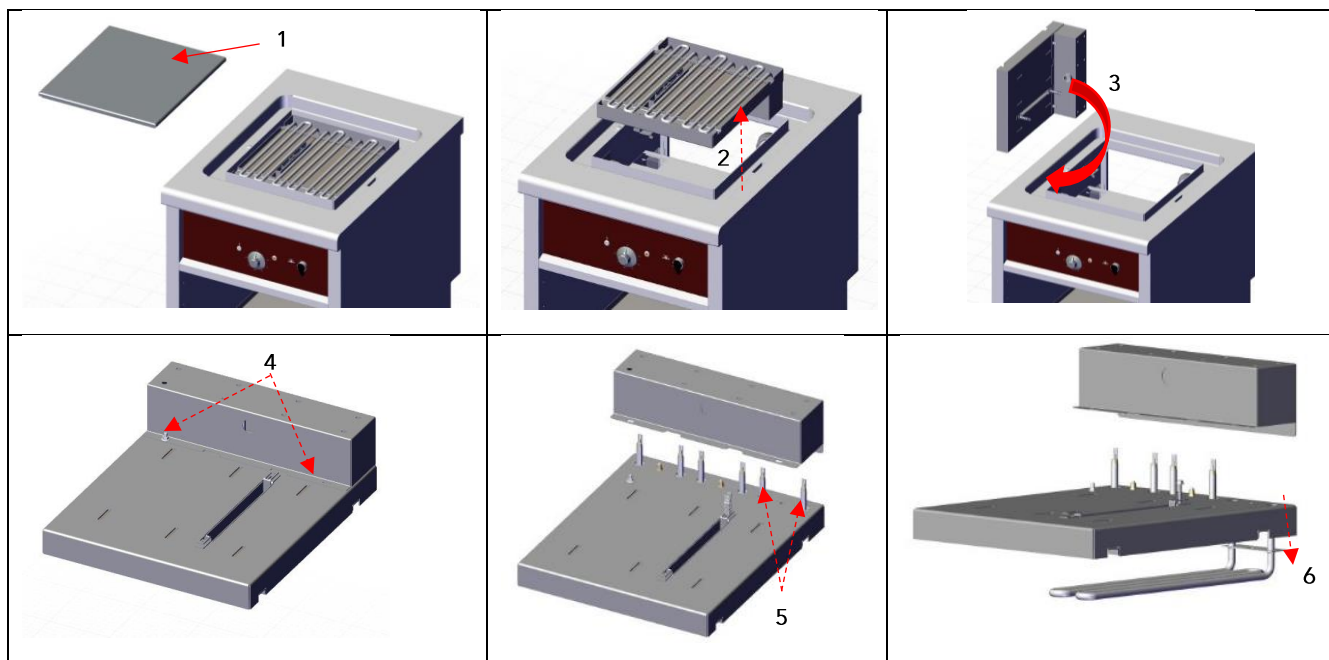

Fig9
- Lever la plaque puis la déposer. (Fig9 rep 1)
- Lever le bloc résistance plancha (Fig9 rep 2) et le retourner (Fig9 rep 3).
- Dévisser les vis de fixation du capot de protection (Fig9 rep 4).
- Soulever le capot et dévisser les raccordements électriques (Fig9 rep 5) de la résistance à changer.
- Procéder au remplacement de la résistance (Fig9 rep 6).